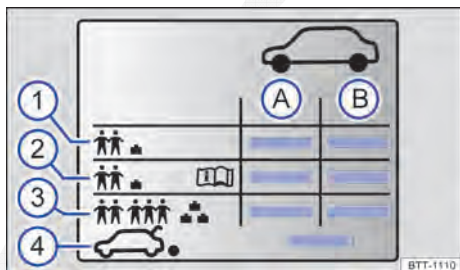

Fig. 198 Símbolos na etiqueta com as pressões dos pneus.
Indicações na etiqueta com as pressões dos pneus ⇒ Fig. 198:
Dependendo do veículo, a etiqueta com as pressão dos pneus pode ter uma pressão dos pneus de conforto ⇒ Fig. 198 ②. A pressão dos pneus de conforto possibilita aumentar o conforto da condução. Ao conduzir com a pressão dos pneus de conforto, pode aumentar o consumo de combustível.